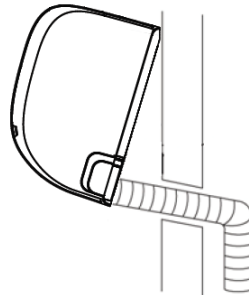

fig. 12 -
N.B.: Per facilitare l'operazione di fissaggio dell'unità alla piastra, tenere sollevata la parte inferiore dell'unità e poi abbassarla in posizione perpendicolare accompagnando la guaina ("fig. 12 -"), leggermente discendente verso l'esterno, iniziando a forare da un lato del muro (A) e terminando dal lato opposto). Si lascia comunque all'esperienza dell'installatore il perfezionamento di tutte le operazioni a seconda delle esigenze specifiche.